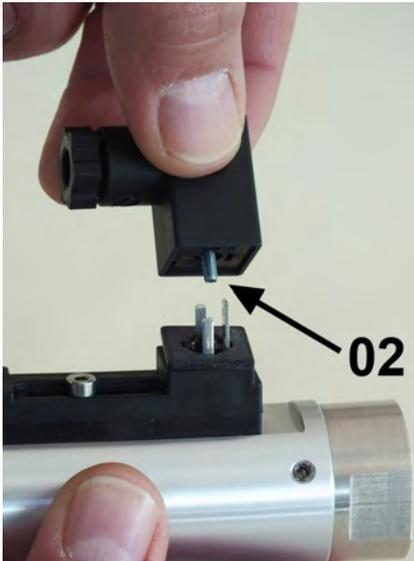

Abb. 21: Steckerdose abziehen
2. ➤ Steckerdose (Abb. 21/02) abziehen